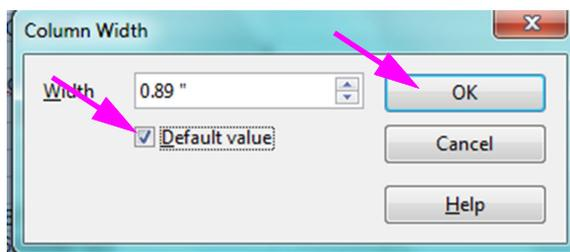

Figura 5-67. Finestra di dialogo Column Width (Larghezza colonne)
8. Fare clic sulla casella di controllo a sinistra del campo **Default value (Valore predefinito)**, quindi fare clic su **OK** per chiudere la finestra di dialogo. La larghezza delle colonne verrà quindi regolata e il file verrà formattato, come mostrato nella Figura 5-67. Fare clic in un punto qualsiasi delle colonne vuote per “deselezionare” le caselle blu e farle diventare di nuovo bianche.